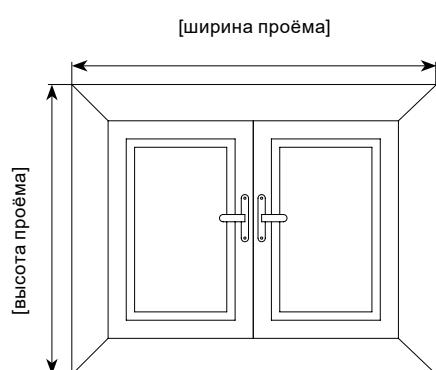

Рис.1. Замер при установке на и в проем
1.1. Если установка на проем (рис.1), то рекомендуемый расчет следующий для всех типов штор:
1.2. Если установка в проем (рис.1), то замеры рекомендуется снимать не менее чем в трех местах по ширине и высоте. В этом случае шириной проема будет минимальная ширина. Если откосы проема расположены под углом, то замер осуществляется в месте, где подразумевается повесить штору.